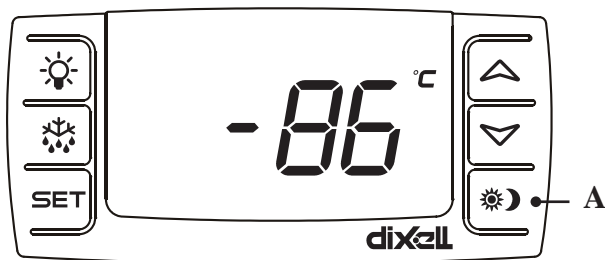

fig. 4
L'appareil est équipé d'une commande électronique (fig. 4)
**NOTE:** La première fois que l'appareil est connecté, appuyez sur le "A" (Fig 4), ainsi l'alarme sera connecté